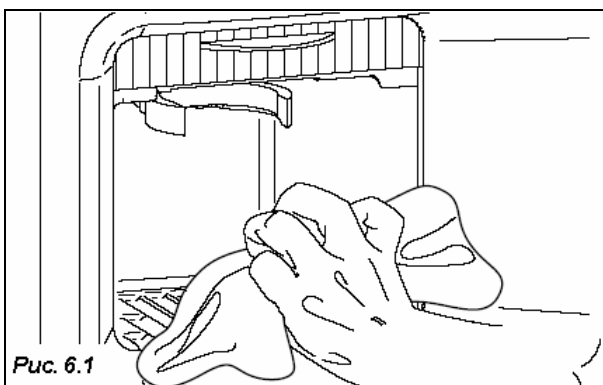

Рис. 6.1
- Очистите все видимые участки в раздаточных зонах (Рис.6.1 и 6.2) выньте и тщательно промойте: